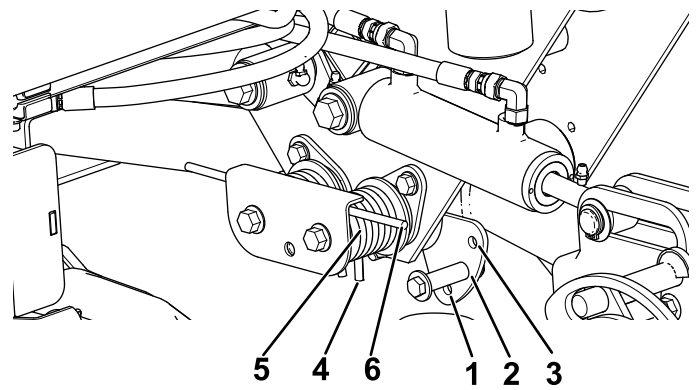

Figura 45
Para cambiar la configuración de la presión descendente, debe retirarse la placa de fijación para cambiar los dos muelles de un lado y que el extremo corto del muelle se suba por el borde superior del conjunto de la fijación (Figura 45).
2. Coloque un tubo u otro objeto similar sobre el extremo largo del muelle para aliviar la tensión durante el ajuste (Figura 45).
3. Para aliviar la tensión del muelle, retire el perno y la contratuerca que sujetan el actuador del muelle al soporte (Figura 45)